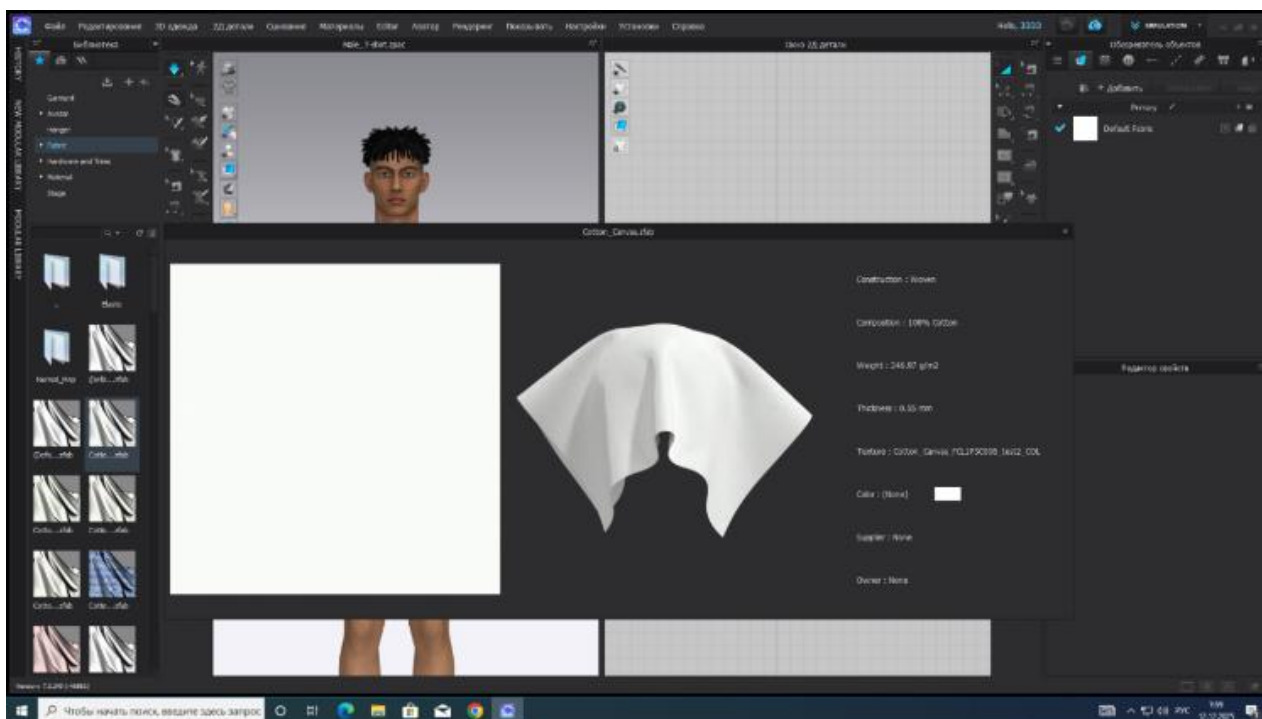

Рисунок 4.7 – Окно с краткой характеристикой материала
2. При просмотре материалов, если навести на какой-то из представленных мышку, то появится окно, в котором представлены физические характеристики материала и визуально представлена его возможность драпироваться (рис. 4.7).